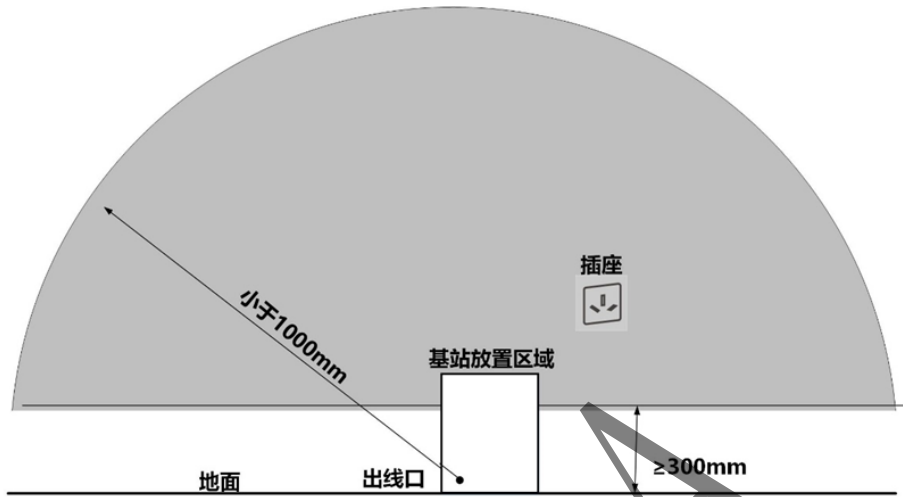

图2 电源预留区域
4.3.1 电源位置: 电源插座需靠近安装区域,最远距离宜 ≤ 1000 mm,避免使用过长的电源线。墙上电源插座高度应 ≥ 300 mm,具体预留位置可参考图2基站电源预留区域所示。